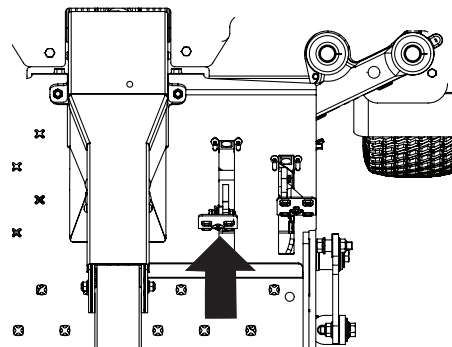

Fig. 28
1. Presione lentamente el pedal de marcha adelante. La cortadora de césped comenzará a desplazarse hacia adelante (Fig. 28).